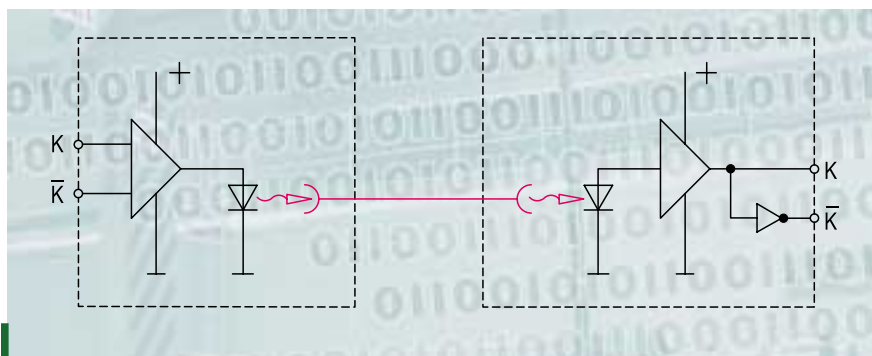

Bild 32: Die Lichtwellen (LWL)-Technik gewährleistet auch bei sehr hoher Störbeeinflussung eine einwandfreie Signalübertragung über lange Kabel.
- Die **Lichtwellenleiter-(LWL)-Module HEAG 171** → **174** mit Glasfaserkabel werden eingesetzt, wenn Rechtecksignale bei extremen Bedingungen zuverlässig übertragen werden sollen (Bild 32).